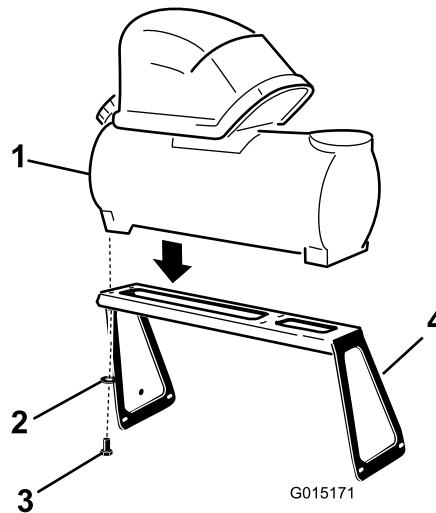

Рисунок 2
- Установите бак пенного маркера в сборе на монтажный кронштейн, как показано на Рисунок 2.